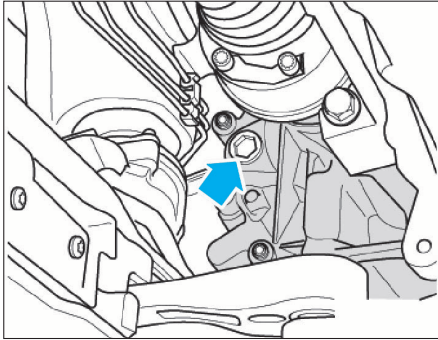

FIG. 1
- Déposer la vis de remplissage/niveau (Fig.1).
- Déposer les circlips (1) puis débrancher les câbles de commande de vitesses (2) (Fig.1).